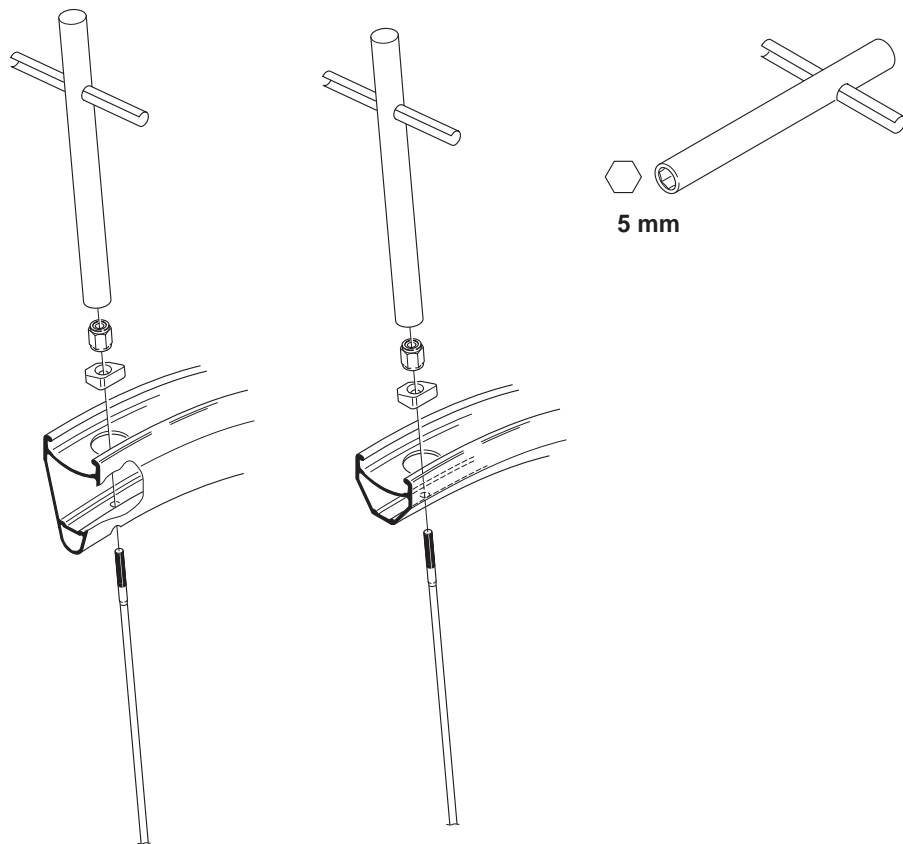

Fig. 67
- Infilate la piastrina sul raggio tenendo la zona concava rivolta verso l'esterno della ruota (Fig. 67) e avvitatevi il dado di circa 4 giri con una chiave da 5mm.
- Enfillez la plaquette sur le rayon en maintenant la zone concave tournée vers l'extérieur de la roue (Fig. 67) et vissez l'écrou d'environ 4 tours avec une clé de 5mm.
- Fit the plate on the spoke with the concave part outwards (Fig. 67) and tighten the nut by about four (4) turns with a 5 mm wrench.
- Meter la placa en el radio con la parte cóncava girada hacia el exterior de la rueda (Fig. 67) y enroscar en ella la tuerca con 4 giros, más o menos, con una llave de 5mm.
- Das Plättchen auf die Speiche setzten und dabei den konkaven Bereich vom Laufrad aus nach außen halten (Abb. 67) und mit einem 5 mm Schlüssel die Mutter mit 4 Drehungen anziehen.
- Bevestig het plaatje op de spaak, hierbij het ronde deel naar buiten richten (fig. 67) en draai de moer vast door middel van 4 slagen met een 5 mm sleutel.